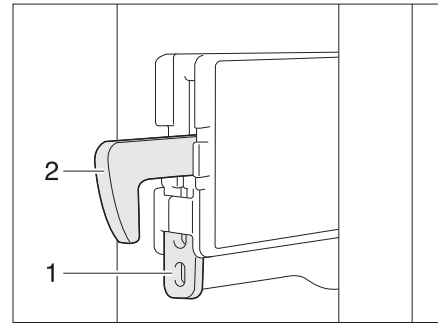

Fig. 139 Fijación del gancho de bloqueo
- Empujar la fijación (Fig. 139,1) hacia arriba. El gancho de bloqueo (Fig. 139,2) se empuja hacia arriba y está fuera de función.
- Empujar el gancho de bloqueo (Fig. 139,2) hacia abajo. El gancho de bloqueo está de nuevo en función.